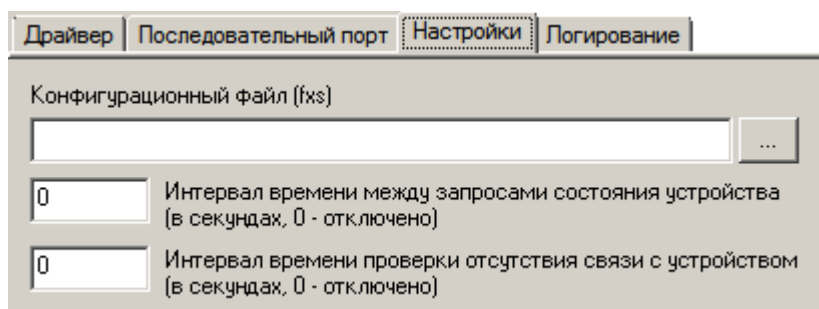
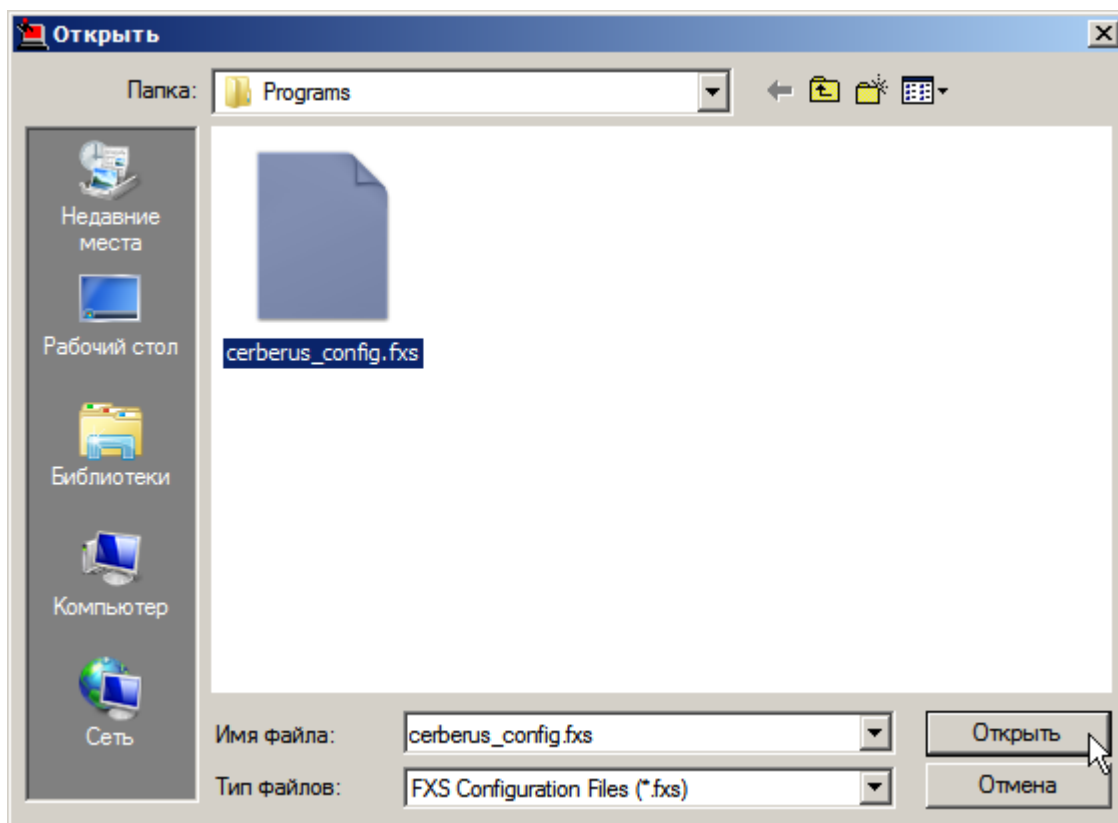

Рисунок 4 — Частные свойства элемента **Драйвер Cerberus ECO**, вкладка **Настройки**
Рисунок 5 — Частные свойства элемента **Драйвер Cerberus ECO**, конфигурационный файл
2. На вкладке **Настройки** (рисунок 4) укажите путь к конфигурационному файлу в формате **FXS** (созданному при сохранении параметров конфигурации в ПО FXS1800). Для этого воспользуйтесь кнопкой **Обзор**  (рисунок 5) .